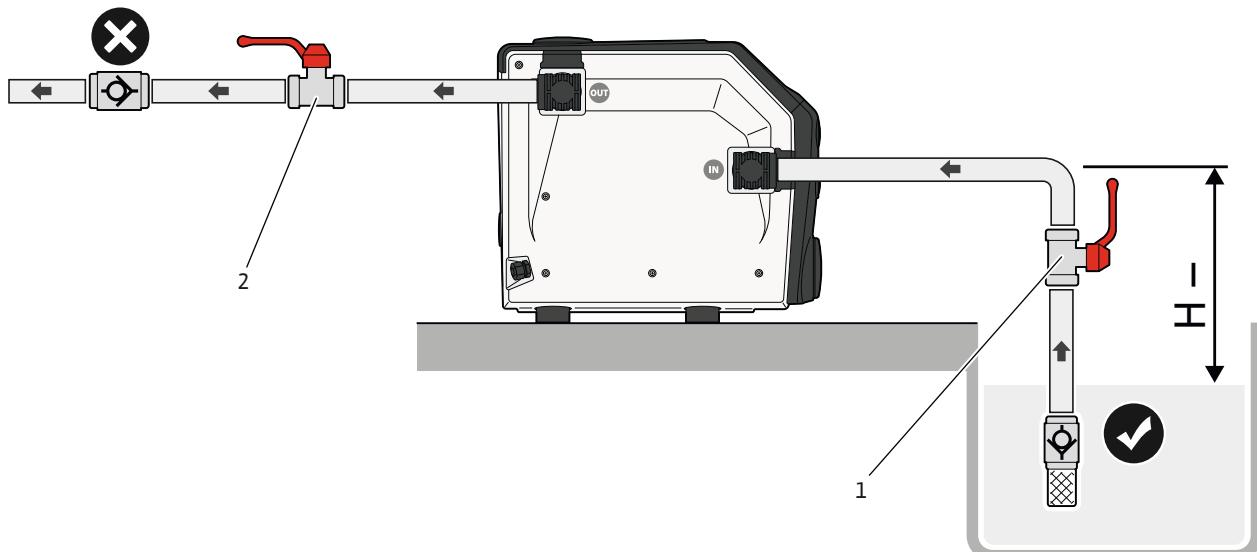

Fig. 7: Režim usisavanja
- Zatvoriti zasun (Fig. 7–poz. 1, 2) na usisnoj i potisnoj strani.